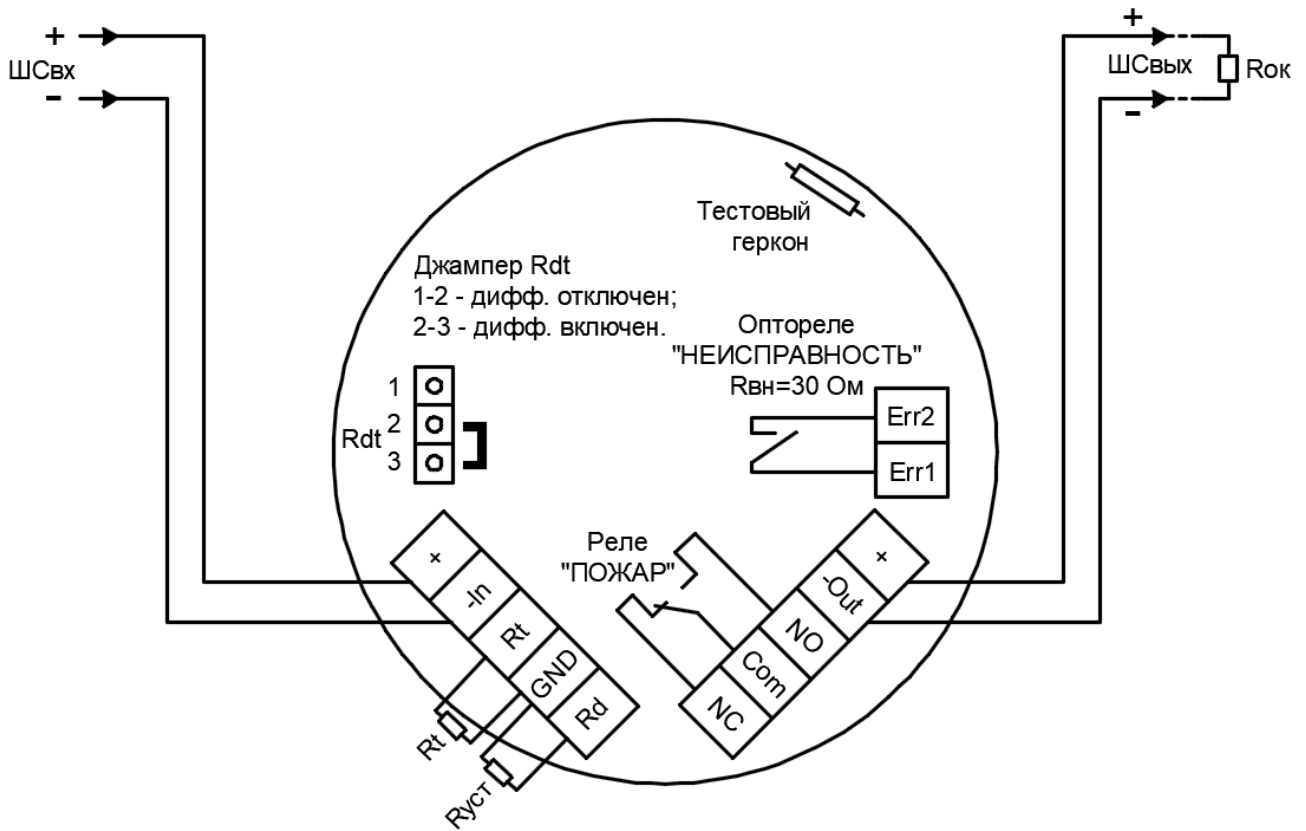

Рисунок 5 – 2-х проводная схема подключения
Все внешние провода подводятся к извещателю через внутреннее клеммное отделение, являющееся составной частью извещателя. Используются нажимные клеммы Wago для проводов сечением от  $0,08 \text{ мм}^2$  до  $2,5 \text{ мм}^2$ . Подключение извещателя осуществляется по 2-х или по 4-х проводной линии связи в соответствии с рис. 5 - 7 настоящего РЭ.
• осуществить монтаж соединительного кабеля в кабельном вводе и соединить проводники в соответствии со схемой подключения к ППК, рис. 5 - 7.